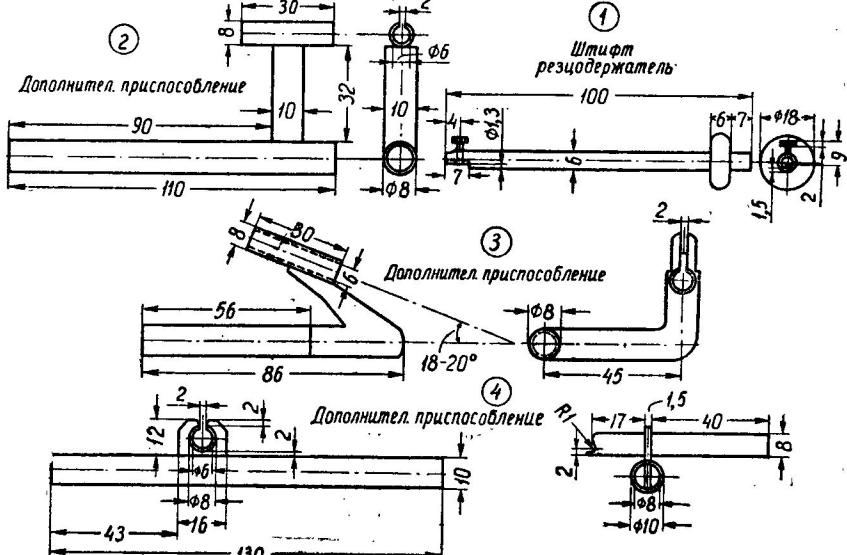
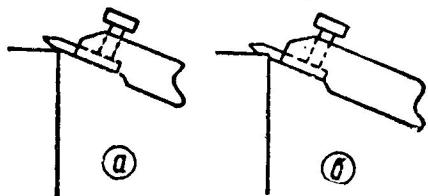
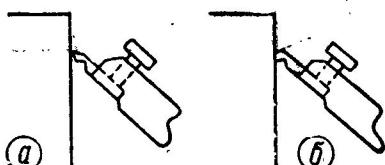
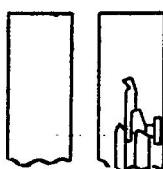

Рис. 4. Штифт-резцедержатель и дополнительные приспособления
Рис. 6. Заточка пяты резца
Рис. 7. Обточка острья иглы
Рис. 8. Заточка режущих граней
Дополнительные приспособления 2, 3, 4 (рис. 4) изготавливаются из латунных трубок соответствующих диаметров. Места соединения трубок тщательно пропаиваются.
Заточка плоскости для зажимного винта рекордера. В отверстие резцедержателя вставляется игла острием внутрь и закрепляется винтом. Резцедержатель вставляется в короткую трубку приспособления 2 (рис. 4). Длинный конец этого приспособления вставляется в горизонтальную трубку (гильзу) опорной стойки до отказа и игла с резцедержателем подводится к поверхности карбидового круга. Положение резцедержателя с иглой должно быть
Заточка пяты резца. Приспособление 2 заменяется приспособлением 3 (рис. 4). Игла вынимается из резцедержателя и вновь вставляется в него уже выточенной плоскостью под крепящий винт. Резцедержатель с иглой подводится к кромке карбидового круга (рис. 6, а), положение его должно быть таким, чтобы крепящий винт был в одной вертикальной плоскости с осью вращения круга. Достигается это путем соответствующего поворота резцедержателя в приспособлении 3. После проверки включается двигатель и производится заточка пяты резца.
Следует отметить, что эта операция является наиболее продолжительной и самой ответственной, поэтому следует обращать особое внимание на нагрев иглы. Заточка производится периодически, по мере нагрева иглы она отводится от камня для нужного охлаждения. Глубина заточки  $\frac{2}{3}$  диаметра иглы (рис. 6, б). В конце заточки нажим уменьшается до минимума.
Обточка острия иглы. Приспособление 3 (рис. 4) выдвигается вправо из направляющей гильзы опорной стойки на такое расстояние, чтобы конец иглы не касался вертикальной плоскости круга (рис. 7, а), и включается мотор. Конец иглы периодически подводится к вертикальной плоскости круга (рис. 7, б).
**Заточка режущих граней.** Приспособление 3 заменяется приспособлением 4 (рис. 4). Резцодержатель вводится в тонкую трубку, в конце которой имеются два выреза для крепящего винта, эти вырезы и помогают фиксировать два крайних фиксированных положения резцедержателя, что соответствует заточке двух режущих граней резца (рис. 8). После заточки первой грани резца резцедержатель переводится во второе фиксированное положение и затачивается вторая грань.
**Полировка боковых плоскостей резца.** Для этого резцедержатель вместе с приспособлением 4 (рис. 4) перемещается влево, чтобы резец касался поверхности полировочного круга. На текстолитовый круг наносится паста ГОИ (окись хрома) и производится полировка боковых плоскостей резца аналогично их заточки.